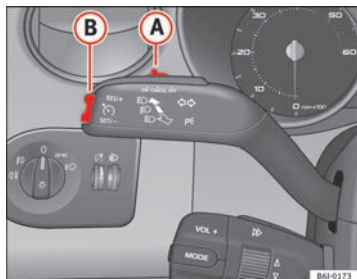

Fig. 104 Leva degli indicatori di direzione e degli abbaglianti: interruttore e tasto di comando del regolatore di velocità
- Spostare verso sinistra l'interruttore ➡ fig. 104 (A), posizionandolo su **ON**.